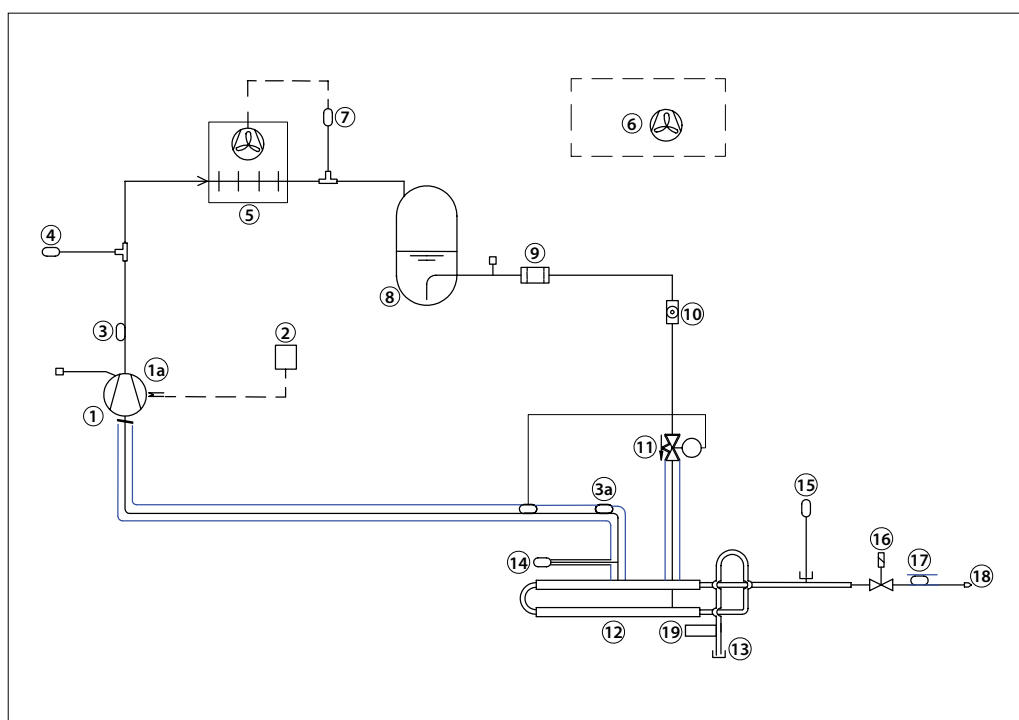

图 1 — 空分 R452A 布局
** 参见图 1 和图 10a
该空分只需要 1 个机械连接(参见图 1)。主设备的氨气/不凝性气体与主设备之间的连接通过法兰实现(参见下图 1 中的 13),而不凝性气体的排除则通过排气电磁阀(18)之后的排气管实现。